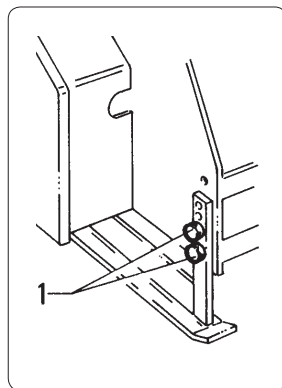

fig. 5.2.3
**5.2.3 - Regolazione slitte laterali fig. 5.2.3**